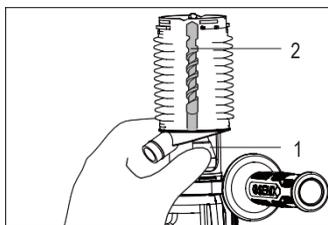

Рис.7
Адаптер пылеотведения позволяет свободно менять оснастку не снимая систему с перфоратора. Потяните юбку патрона (1) вниз, чтобы установить или снять оснастку (2) (рис. 7).